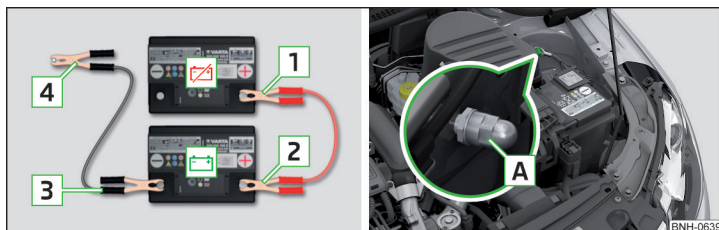

Fig. 250 **Pornirea asistată:** ❶ - bateria descărcată, ❷ - bateria furnizoare de curent/punctul de masă al motorului la sistem START-STOP
- › La autovehiculele **cu** sistem START-STOP conectați clema **4** la punctul de masă al motorului **A** » fig. 250.